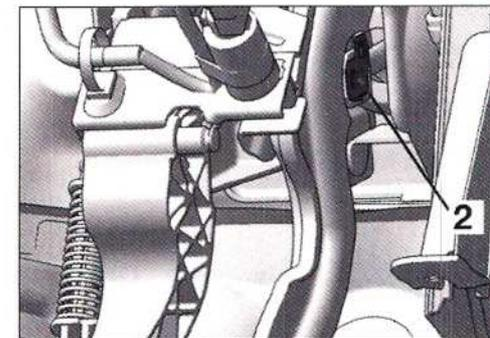

FIG.16
- Desmontar el eje del amplificador de frenado retenido por una grapa elástica (2) sobre el pedal de freno (Fig.16).